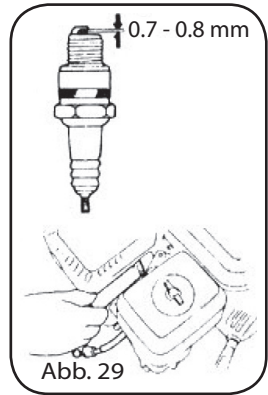

Abb. 29
- c) Den freien Platz zwischen der Zündkerze mit einem Dickenmesser messen. Der Platz muss 0,7~0,8 mm betragen (Abb.29). Falls notwendig einstellen. Dafür leicht die seitliche Elektrode verbiegen.